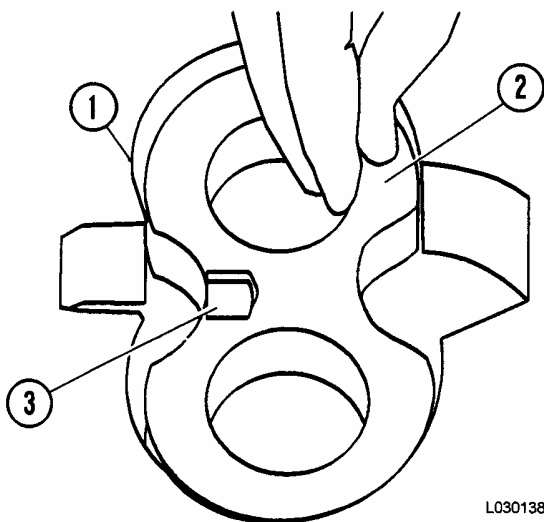

FIGURA 3-13. MONTAJE DE LA PLACA DE PRESION
11. Con el costado de bronce hacia arriba y la ranura acordonada enfrentando el costado de descarga deslice la placa de presión (2, Figura 3-13) hacia abajo dentro de las cavidades del engranaje hasta que descansen en el anillo de respaldo y el anillo de goma. No fuerce la placa hacia abajo sobre las cavidades del engranaje. Si se atasca al bajar, muévela hacia arriba y hacia abajo hasta que se deslice libremente a su lugar.